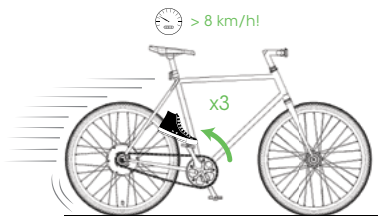

Figure 3: BIKE tout-en-un procédure d'activation
2.1 BIKE all in one procédure d'activation (voir Figure 3)